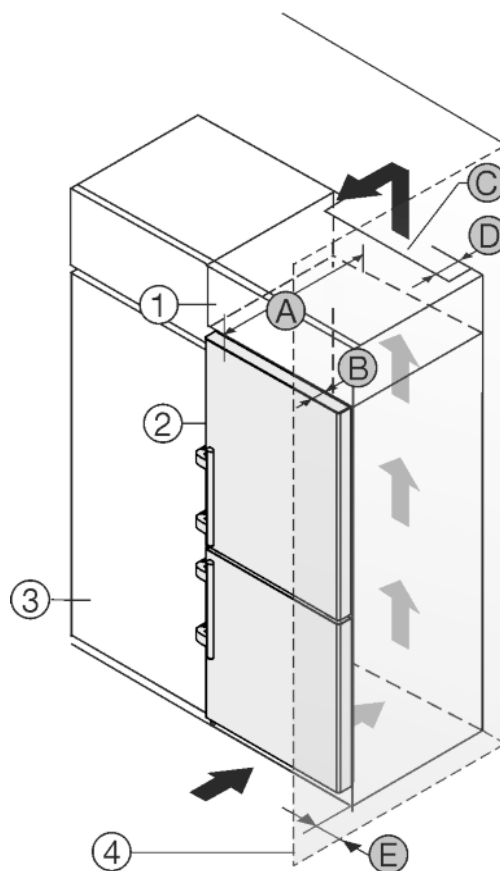

Fig. 27
Aparatul poate fi refăcut cu dulapuri de bucătărie. Pentru a aduce aparatul Fig. 27 (2) la același nivel cu mobilierul de bucătărie, se poate monta deasupra aparatului un dulap suspendat Fig. 27 (1).
Aparatul poate fi amplasat direct lângă dulapul de bucătărie Fig. 27 (3). Pentru a putea deschide complet ușa, aparatul trebuie să fie proeminent cu cel puțin grosimea Fig. 27 (B) față de suprafața frontală a dulapului de bucătărie. În funcție de grosimea dulapurilor de bucătărie și de utilizarea distanțierelor de perete, aparatul poate ieși mai mult în afară.
- În partea din spate a dulapului suspendat trebuie să existe o fantă de aerisire cu grosimea Fig. 27 (D) pe toată lățimea dulapului suspendat.
- Sub plafonul incintei trebuie să fie păstrată o secțiune de ventilație Fig. 27 (C).
Atunci când aparatul este montat cu balamalele lângă un perete Fig. 27 (4), trebuie să fie păstrată distanța Fig. 27 (E) între aparat și perete. Această valoare corespunde proeminenței mânerului cu ușa deschisă.